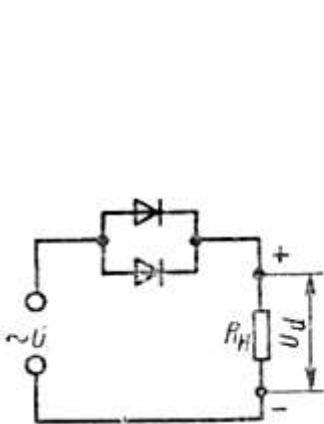

Рис. 105
5. Составляем схему выпрямителя. Чтобы выполнялось условие $I_{\text{доп}} > I_d$, надо два диода соединить параллельно, тогда $I_{\text{доп}} = 2 \cdot 10 = 20 \text{ А}$; $20 > 15 \text{ А}$. Полная схема выпрямителя приведена на рис. 105.